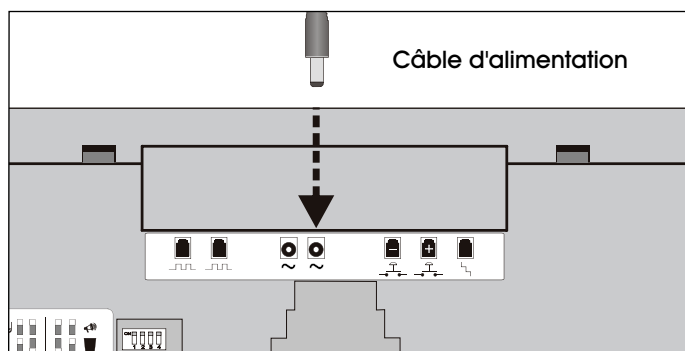

Figure 8
1. Branchez le câble d'alimentation dans l'une des deux prises de courant situées à l'arrière de l'indicateur. (Voir Figure 8)